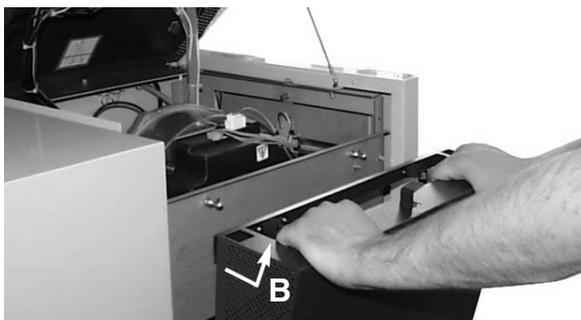

fig. 3
- Per togliere il pannello B, tirarlo verso di se' e poi verso l'alto (fig. 3)